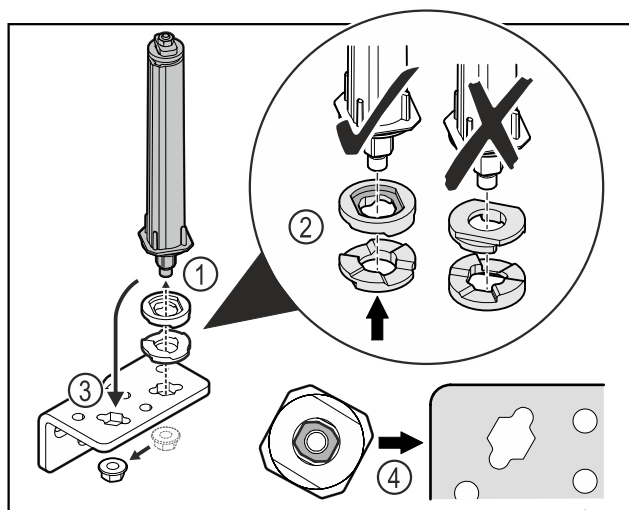

Fig. 37
- Svitare il dado e rimuovere il sistema di chiusura della porta Fig. 37 (1).
- Assicurarsi che le rondelle per la regolazione dell'altezza siano rivolte nel verso giusto Fig. 37 (2).
- Spostare il sistema di chiusura della porta nella cerniera angolare e fissarlo con il dado Fig. 37 (3).
- Durante l'inserimento del sistema di chiusura della porta assicurarsi che sia rivolto nel verso giusto Fig. 37 (4).